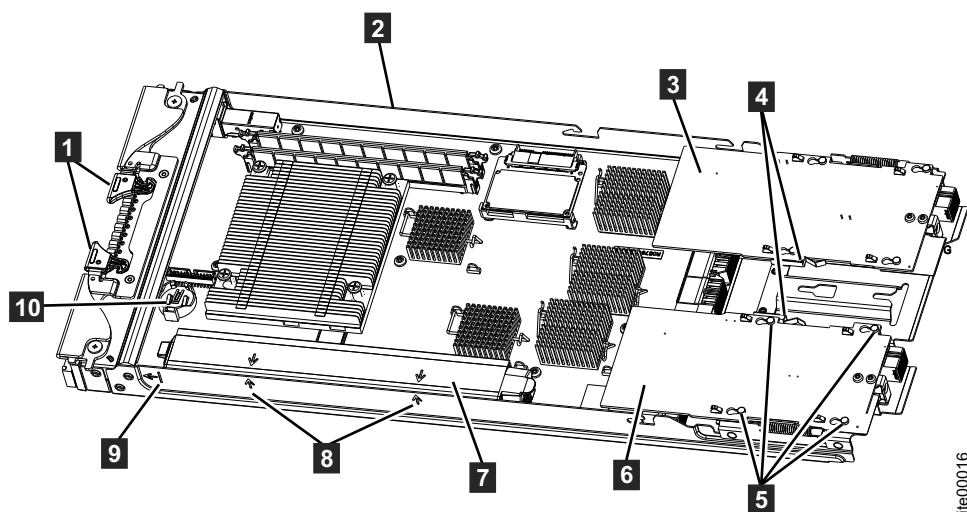

図 29. CMOS バッテリーの位置
7. 問題のある CMOS バッテリーを取り外します。図 29 に、CMOS バッテリー **10** の位置を示します。